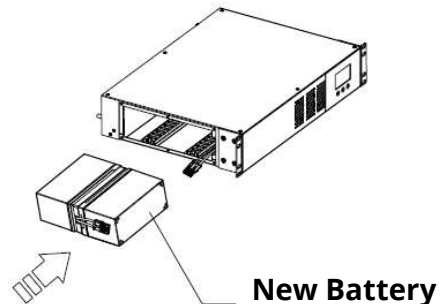

Figure 9
12. Insérez le nouveau module de batterie. (FIG. 9).